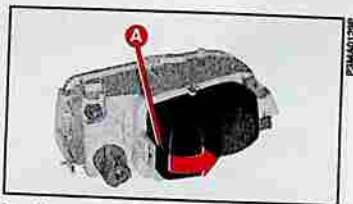

fig. 18
- 1) A l'aide d'un tournevis, enlever le couvercle en pressant la languette **A**-fig. 18.